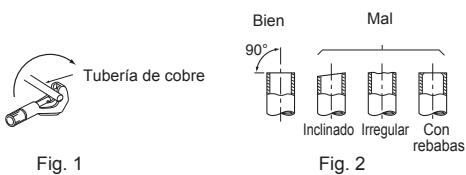

Fig. 1
- 3) Una la tubería de conducción a la placa de conducción con la tuerca de fijación. El cable de conexión de la unidad interior/exterior \odot que procede desde el interior de la tubería de conducción debe ser menor de 7/8 pulg. (23 mm). (Fig. 1)
- 1) Corte el tubo de cobre correctamente con un cortador de tubos. (Fig. 1, 2)